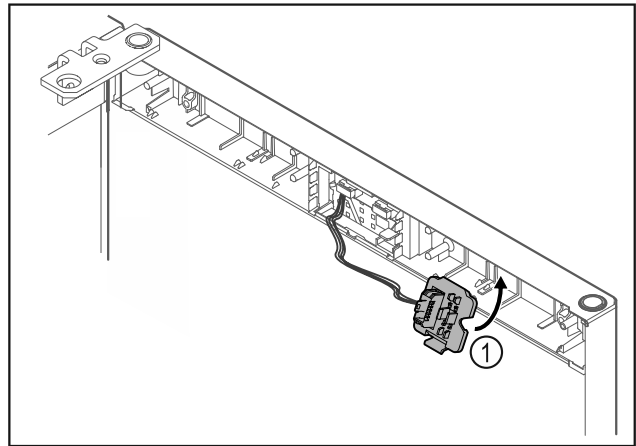

Fig. 14
- Innestare il supporto della spina Fig. 14 (1) sul lato opposto.*